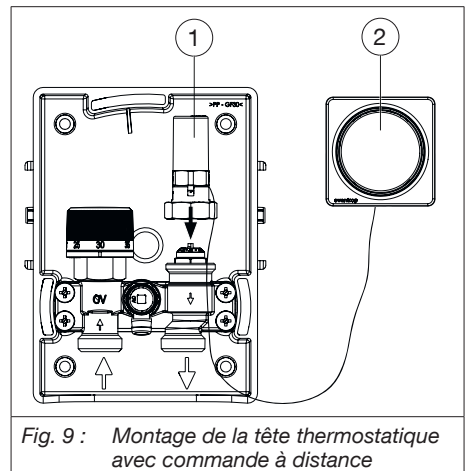

Fig. 9 : Montage de la tête thermostatique avec commande à distance
3. Visser le piston de commande (voir Fig. 9 en page 51 (2)) sur le robinet. Diriger le tuyau capillaire vers le bas.